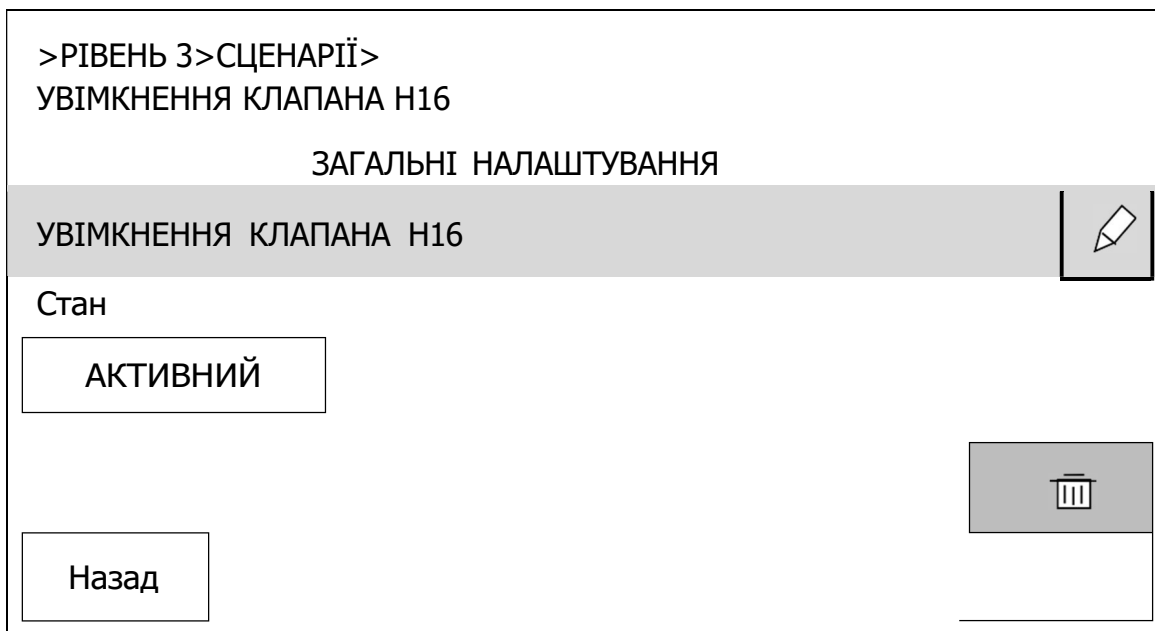

Рисунок 10.19.6 - Загальні налаштування сценарію
10.19.4.2 За замовчуванням всі нові сценарії під час їх створення неактивні, тобто автоматично не запускаються. Для запуску сценарію потрібно його активізувати, доторкнувшись до поля «Стан» (рис.10.19.6) (за замовчуванням стан «Не активний»). З моменту запуску сценарію ППКП починає стежити за появою умов його активації.